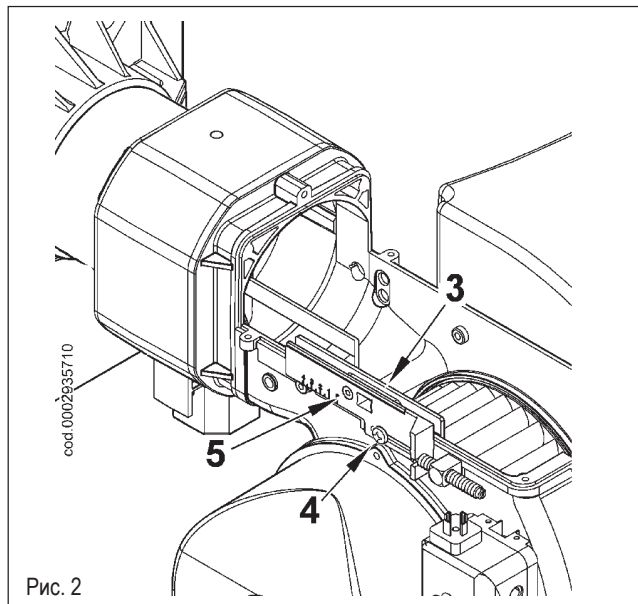

Рис. 2
- 2) Проверьте, чтобы подвижная пластина (3) была закреплена винтом (4). Это позволит после окончания технического обслуживания поместить узел смешения в то же положение, на которое он был ранее отрегулирован. Открутите винт (5), фиксирующий выдвижной шток узла подвижной пластине (рисунок 2).